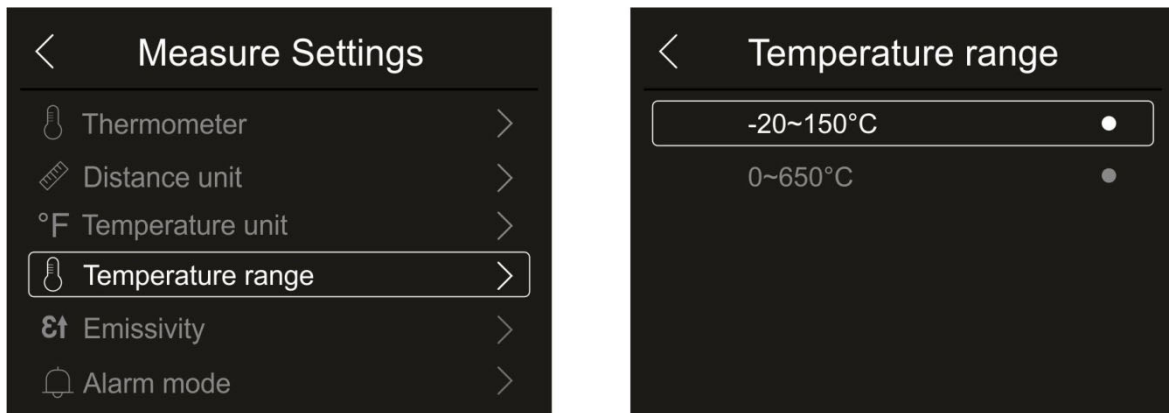

Abb. 24: Menü Einstellung des Temperaturbereiches
- Berühren Sie "Temperature range" zur Einstellung des Bereiches für die Temperaturmessungen des Geräts (diese Option bezieht sich auf den Normalen Messmodus). Die Abb. 24 – rechte Seite erscheint im Display: